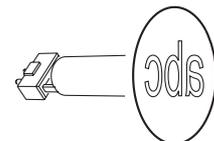
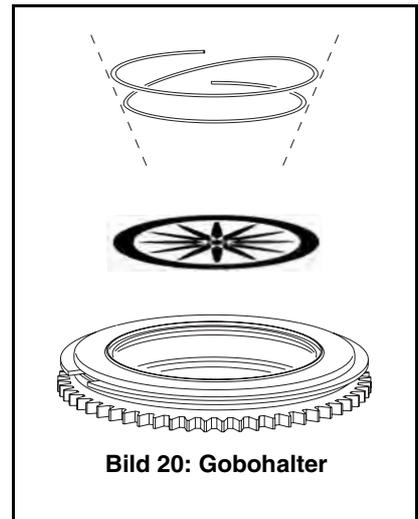

Bild 17. Gobo-Orientierung
Bild 20: Gobohalter
Die in Bild 17 angegebenen Orientierungen sind in den meisten Fällen zutreffend. Wenden Sie sich an Ihren Martin-Händler oder den Gobohersteller, wenn Sie Zweifel bezüglich der korrekten Orientierung eines bestimmten Gobotyps haben.
Die richtige Gobo-Orientierung ist sehr wichtig. Befolgen Sie die Richtlinien (Bild 17) beim Einsetzen eines Gobos.
7. Siehe Bild 20. Lösen Sie die Haltefeder mit einem kleinen Schraubendreher und lassen Sie das Gobo aus dem Halter auf eine weiche Unterlage fallen.
8. Legen Sie das neue Gobo in den Halter. Die dem Leuchtmittel zugewandte Seite zeigt zur Haltefeder (siehe Bild 20 und Bild 17).
9. Montieren Sie die Haltefeder mit der engen Windung zum Gobo zeigend (siehe Bild 20). *Die enge Windung liegt im Inneren der Feder, wenn Sie die Feder auf einer glatten Oberfläche zusammendrücken.* Schieben Sie das andere Ende der Feder unter die Nut des Gobohalters.